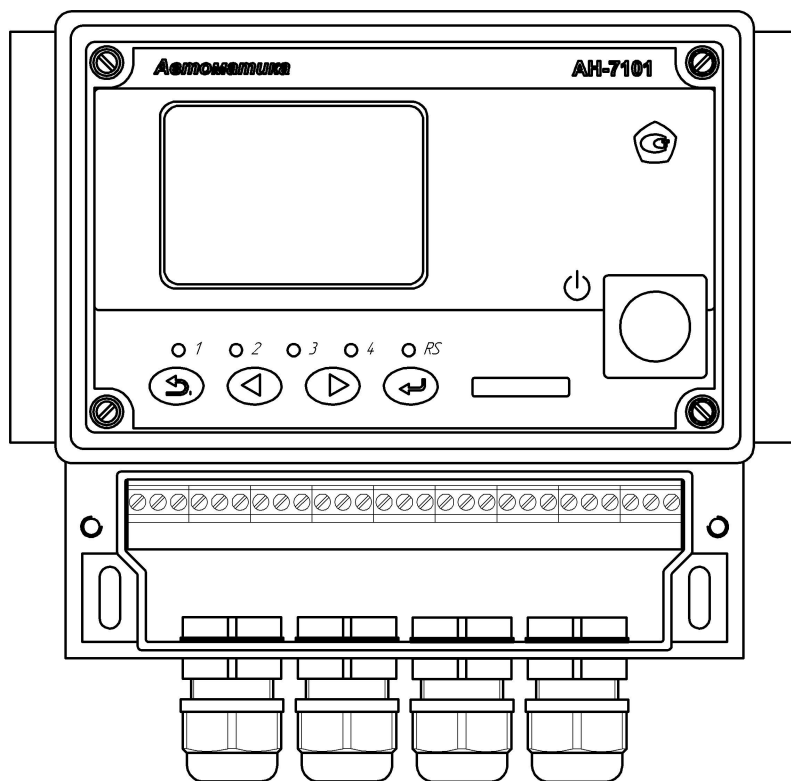

Рисунок 2 - Внешний вид передней панели измерительного преобразователя
- 5.2.5 На передней панели (рисунок 2) расположены следующие элементы:
- светодиодный двухцветный единичный индикатор работы интерфейса (RS);